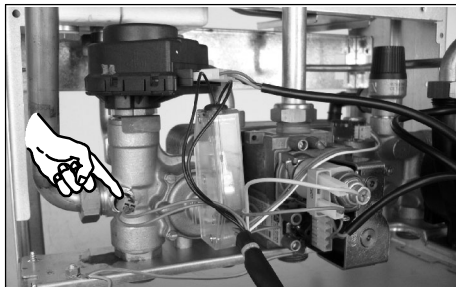

fig. 8.4
- 3 Desconectar eléctricamente la sonda de temperatura calefacción NTC; (ejemplos fig. 8.4 )
- 5 Volver a conectar eléctricamente la sonda de temperatura calefacción NTC (ejemplos fig. 8.4 ).